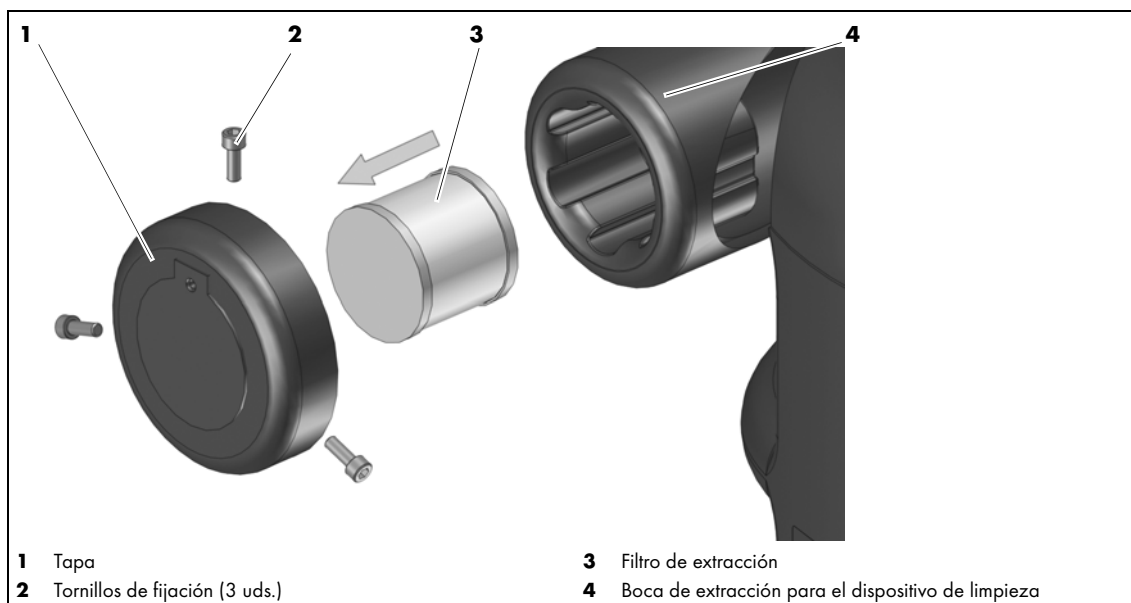

Fig. 15 Sustitución del filtro de extracción
- La tapa de la boca de extracción para el dispositivo de limpieza (5) se abre cuando se suministra aire comprimido. Cuando acabe los trabajos de limpieza, no olvide cerrar de nuevo la tapa para no reducir la potencia de aspiración.
- ⇒ Fig. 15 Sustitución del filtro de extracción en la página ES-27
- 3 Mueva manualmente la lanza de limpieza (3) hacia arriba y abajo.